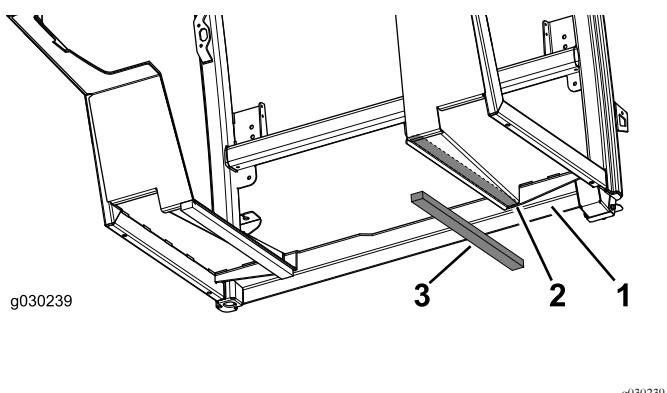

Figure 7
- 2. Appliquez les autres joints de plancher sur le côté droit de la cabine (Figure 7).